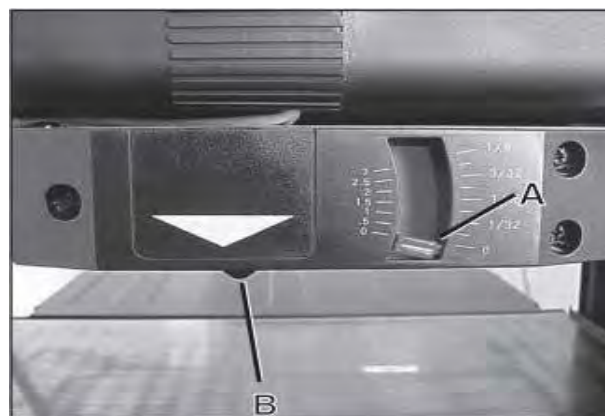

Рис. 11
1. При ВЫКЛЮЧЕННОМ станке вставьте заготовку прямо под шкалу глубины строгания (А). См. Рис. 11